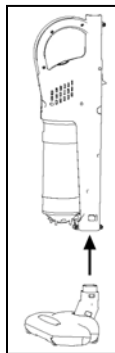

Fig. 2
2. Sostenga el cepillo eléctrico y presiónelo completamente dentro de la base de la aspiradora vertical. (Fig. 2)